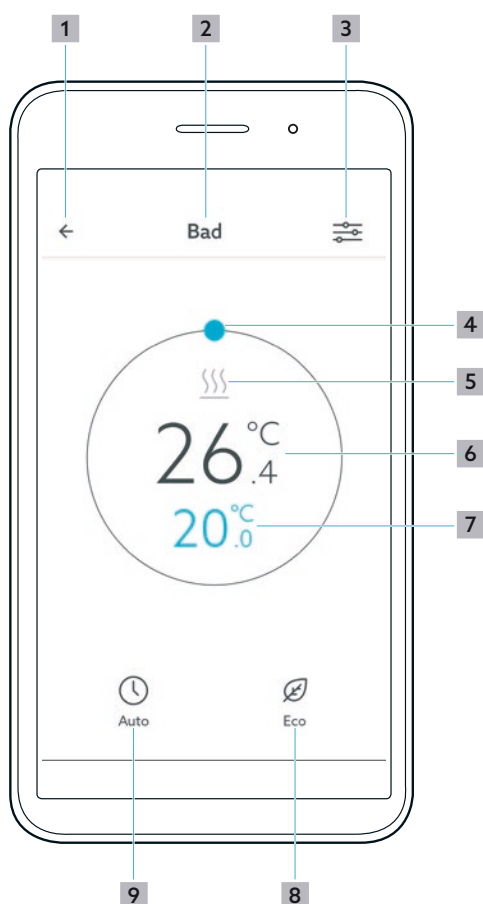

Fig. 14: Application ClimaCon F - Aperçu du thermostat d'ambiance
- 1** Sur l'écran d'aperçu du thermostat d'ambiance pour lequel vous souhaitez effectuer des paramétrages, appuyer sur la touche « Appel du menu Paramétrages » (position **3** sur la Fig. 14 en page 17).